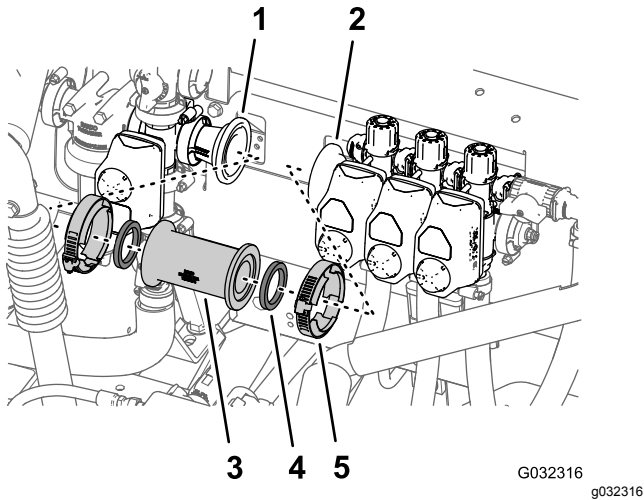

图45
2. 拆下将直通耦合器固定到搅拌阀和左喷洒臂段阀上适配器耦合器的 2 个法兰夹具图45。
3. 从机器中拆下直通耦合器和 2 个垫片图45。